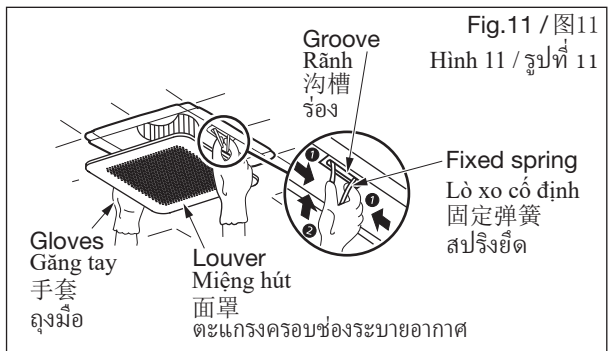

Fig.11 / 图11
- ⑩ Insert the fixed spring of louver assembly into the groove, install the louver to the fan body. (Fig.11)
将面罩组合上的固定弹簧装入沟槽内, 将面罩装在机体上 (图11)。